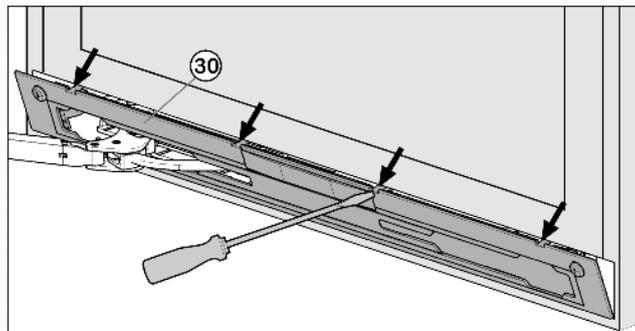

Fig. 11
- ▶ Выведите накладку Fig. 11 (30) из зацепления и снимите ее с помощью шлицевой отвёртки.